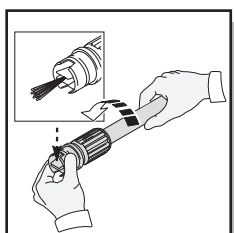

Fig. 18
- Partir la lance ajustable. Tourner le jet sur la lance ajustable au ruisseau étroit qui règle qui ouvre les pales de ventilateur (la fig. 18).